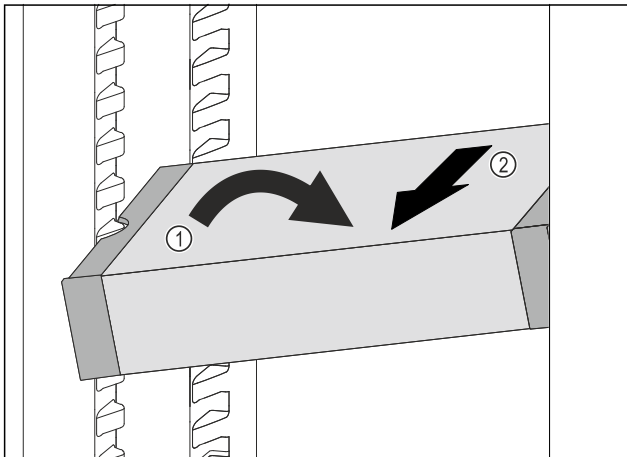

Fig. 83
- Impostare il vano frigorifero di VarioSafe ad angolo. Fig. 83 (1)
- Rimuovere VarioSafe tirando in avanti. Fig. 83 (2)